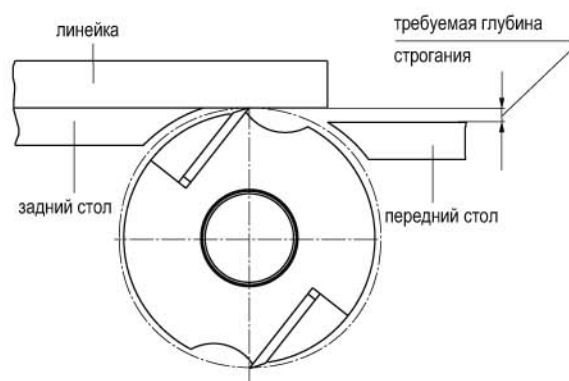

Рис. 7
- вкручиванием/выкручиванием винтов **3** отрегулировать ножи так, чтобы острие ножа касалось линейки, установленной на заднем столе (рис. 7).